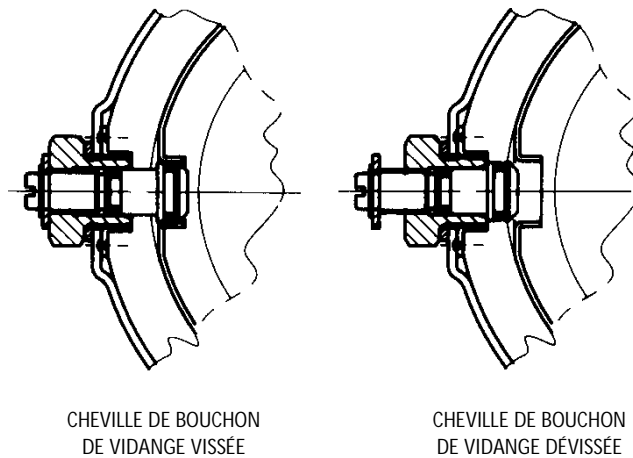

Figure 7
- Pour bien amorcer les pompes de séries 1SV et 2SV, on doit dévisser complètement la cheville du bouchon de vidange (V. fig. 7).